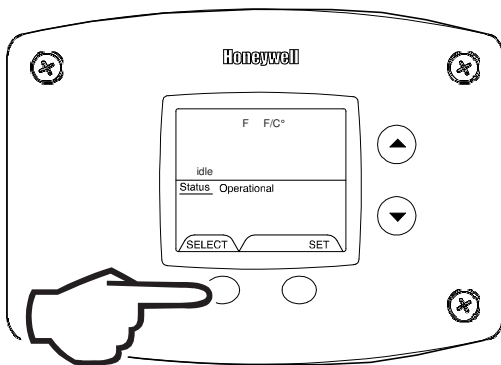

Fig. 35
5. °F/°C (Display/Change) (Fig. 35).